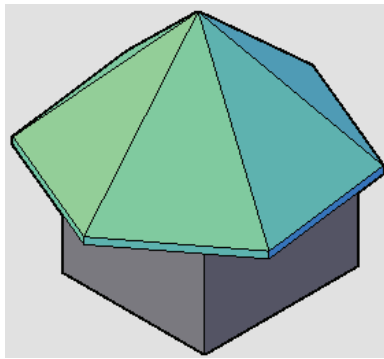

图 7-89 三维效果
5) 将当前视图转换为“西南等轴测视图”, 设置视图的显示样式为“概念”, 查看攒尖屋顶的三维效果, 如图 7-89 所示。